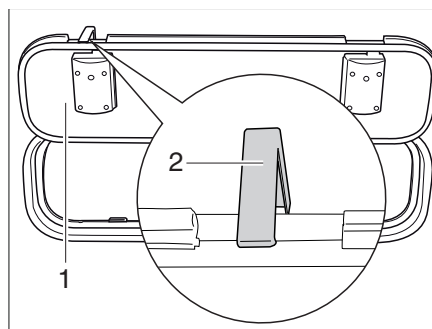

Fig. 59 Gancho de retención trampilla exterior
- Abrir la trampilla exterior (Fig. 59,1) y girar el gancho de retención (Fig. 59,2) hacia arriba en la pared del vehículo.
- Empujar el gancho de retención (Fig. 59,2) hacia arriba.